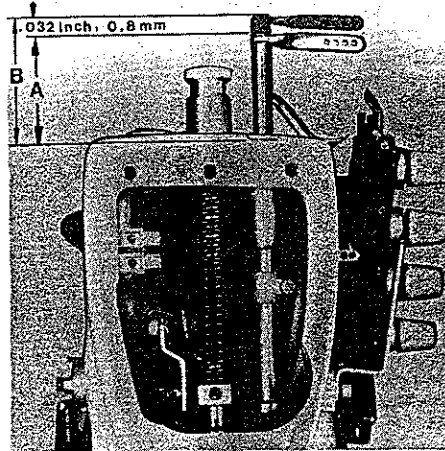
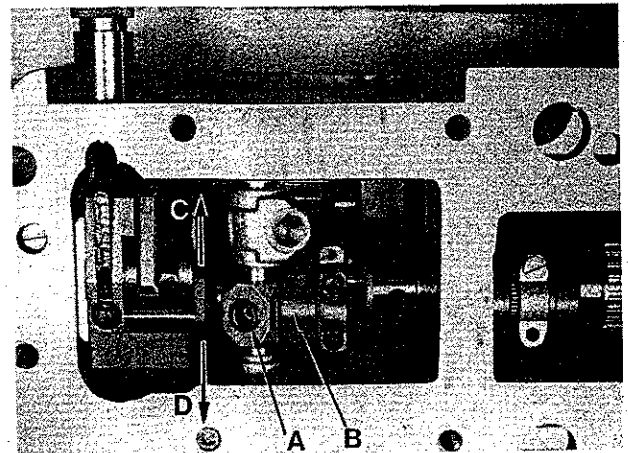

Fig. 63
Fig. 64
3. Measure dimension "A", Fig. 63 with a slide rule and note it.
6. Measure dimension "B", Fig. 63.
The machine is synchronized correctly if dimension "B" is 0.8 - 1 mm (.032 - .040 in.) larger than dimension "A" (see Fig. 63).
2. Loosen screw (A, Fig. 64).
3. If the difference between dimension "A" and dimension "B" (Fig. 63) is less than 0.8 - 1 mm (.032 - .040 in.), lever (B, Fig. 64) must be moved in the direction of the arrow towards "D".
3. Messen Sie mit einer Schiebellehre das Maß "A", Fig. 63 und merken Sie es sich.
6. Messen Sie das Maß "B", Fig. 63.
Ist das Maß "B" um 0,8 bis 1 mm größer als das Maß "A", ist die Maschine richtig synchronisiert (siehe Fig. 63).
2. Lösen Sie die Schraube (A, Fig. 64).
3. Ist der Unterschied zwischen Maß "A" und Maß "B" (Fig. 63) kleiner als 0,8 - 1 mm muß der Hebel (B, Fig. 64) in Pfeilrichtung nach "D" verschoben werden.